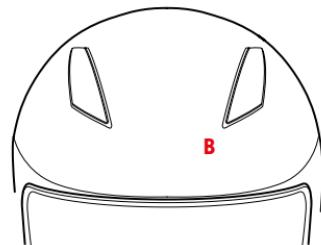

ABBILDUNG 5
BELÜFTUNGSSÖFFNUNG VORNE OBEN – B – Abbildung 5/6
- **Abbildung 5:** Belüftungsöffnung, vollständig geschlossen.